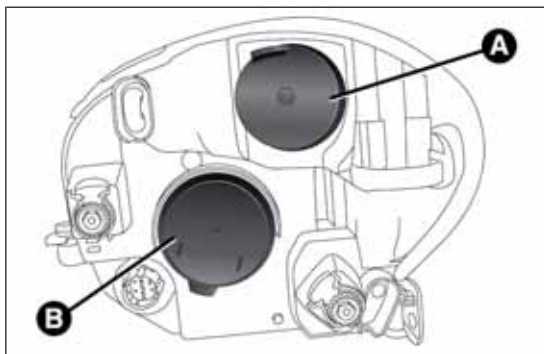

fig. 170
La disposizione delle lampade è la seguente fig. 170:
- ☐ rimuovere il coperchio A fig. 170;
- ☐ rimontare infine il coperchio A fig. 170.
- ☐ rimuovere il coperchio B fig. 170;
- ☐ rimontare infine il coperchio B fig. 170.